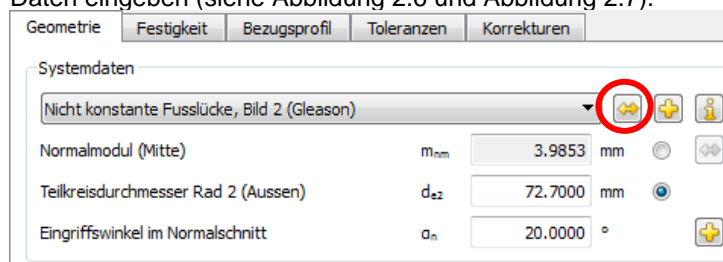

Abbildung 2.6 Umrechnung von GLEASON Datenblättern
2. Rechts von Bauform auf **„Umrechnung von GLEASON Datenblättern“** klicken und die Daten eingeben (siehe Abbildung 2.6 und Abbildung 2.7).